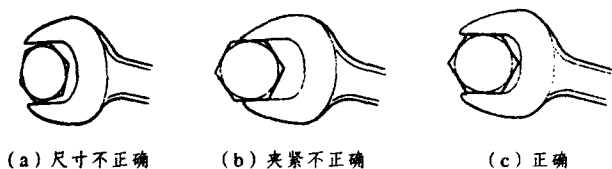

图 1-19 开口扳手与螺母的配合
(1) 开口扳手的正确使用。开口扳手用于松开或拧紧螺栓和螺母，使用时必须注意以下几点：
① 使用适合螺母、螺栓尺寸的扳手，即螺母、螺栓要与扳手的开口完全匹配，如图 1-19 所示。
② 扳手开口与其柄成 15° 倾斜，所以可以在倒置的狭小空间内使用。
③ 用手松开或拧紧螺母或螺栓时，总将扳手朝自己方向扳动。如果推力过大，工具可能会从手上滑掉而造成损坏或伤害你。如果因某种原因必须推扳手，要用手掌推，以减少滑落的危险（此注意事项是用于类似的工具，如梅花扳手、套筒扳手）。